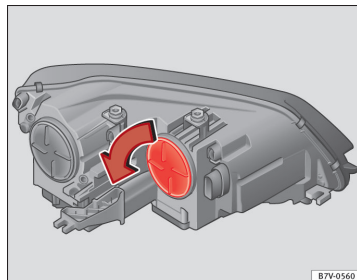

Fig. 207 I motorrummet: afdækning til blinklys
3.	Drej afdækningen ⇒ Fig. 207 i pilens retning, og træk den af.
8.	Drej afdækningen ⇒ Fig. 207 helt mod pilens retning.